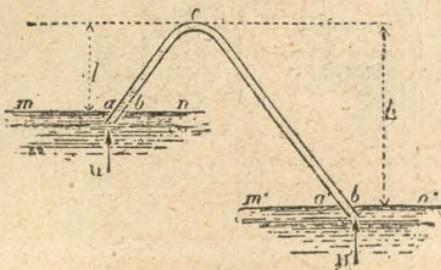

Fig. 66.—El sifón.
1. **El sifón** (fig. 66).—Es un tubo encorvado de ramas desiguales, abierto en sus dos extremidades, que sirve para traségar los líquidos sin mover los vasos que los contienen.
**2. Teoría del sifón.** — Consideremos una molécula de agua en *c* (fig. 66). Esta molécula soporta de izquierda á derecha una presión igual á la presión atmosférica *H* expresada en la columna del líquido, disminuída de la columna *h*, sea *H*—*h*; y de derecha á izquierda, una presión igual á *H*—*h'*. Ahora bien, siendo *h* menor que *h'*, resulta que *H*—*h* es mayor que *H*—*h'*. Luego la molécula *c*, obedeciendo á la fuerza mayor, correrá hacia *b'*, y con una velocidad tanto mayor cuanto mayor sea la diferencia *h'*—*h*.